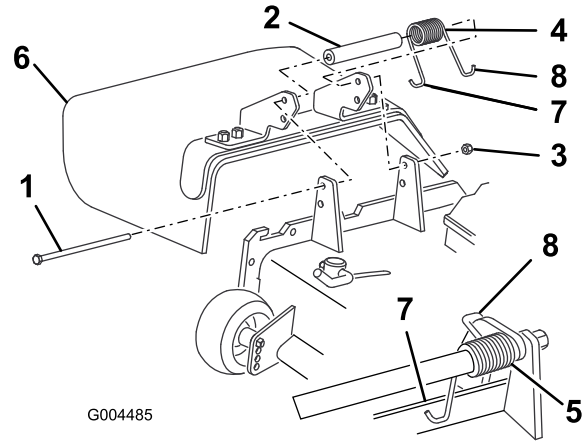

図 76
- 新しいデフレクタのブラケットの間にスペーサとスプリングを入れる(図 76)。
注 必ず、スプリングの左側J-フックをデッキエッジの後ろに引っ掛け、それからボルトを図 76のように取り付けてください。
注 スプリングの右側のJ-フックの端部をデフレクタに引っ掛けてください(図 76)。
- デフレクタをピボットブラケットに固定しているロックナット、ボルト、スプリング、スペーサを外す(図 76)。